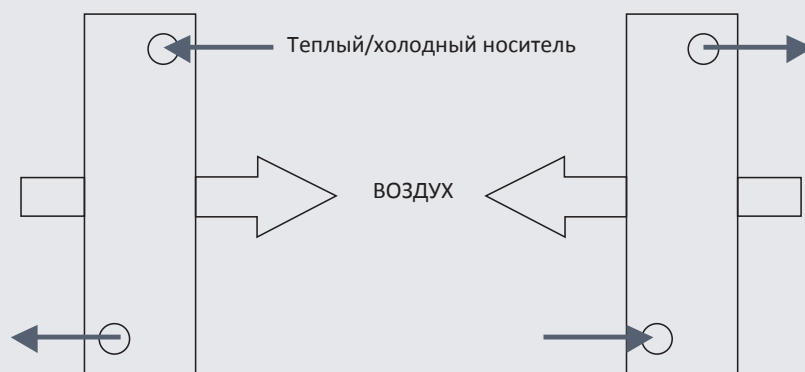

Рис. 1.7. Присоединение теплообменника с противоточным потоком воздуха
- У нагревательных и охлаждающих камер необходимо строго соблюдать способ подсоединения теплообменника с противоточными потоками воздуха, что обеспечит предусмотренную теплопроизводительность теплообменника рис. 1.7.